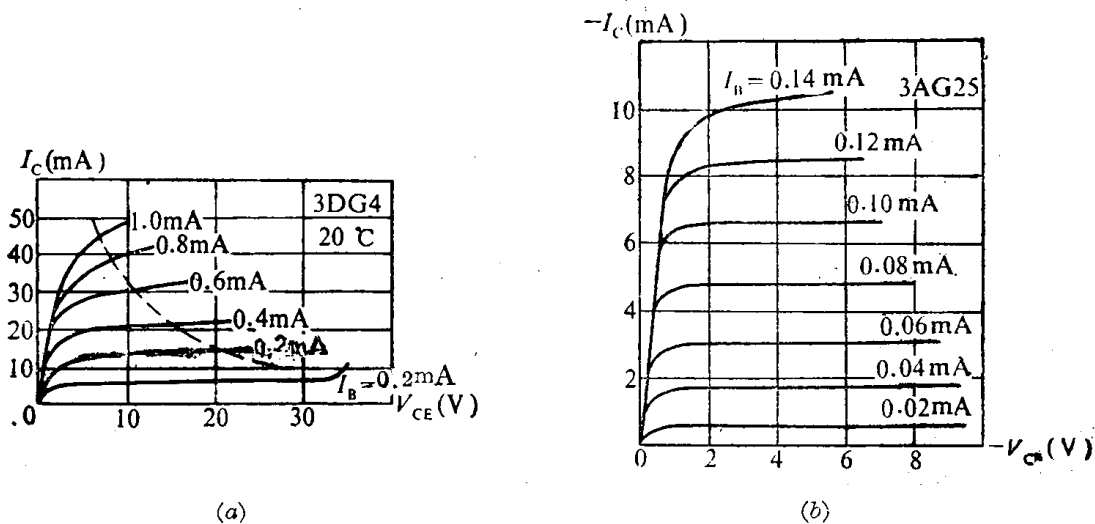

图 1-4
解 (1) 在 $|V_{OE}| = 4 \text{ V}$, $I_C = 2 \text{ mA}$ 范围内, 3AG25 的 h_{fe} 值是(见图 1-4(b))
3DG4 的 h_{fe} 值是(见图 1-4(a))